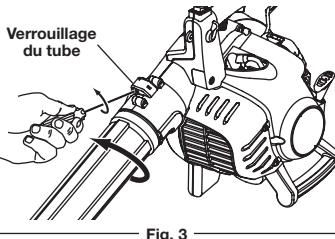

Fig. 3
2. Insérez un tournevis plat dans le verrouillage du tube, tournez le tournevis d'un quart de tour vers la gauche et maintenez-le à cet endroit (Fig. 3).
3. Tout en gardant le tournevis dans cette position, saisissez le tube de soufflage et tournez-le vers la gauche (Fig. 3).